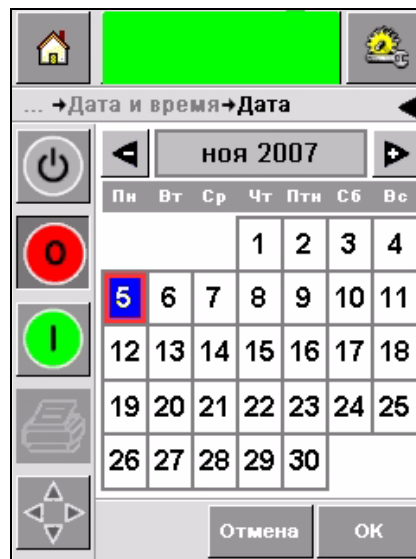

Рисунок 5-24: Отображение календаря
- 3 Коснитесь *Date (Дата)* и страница с календарем появится (Рисунок 5-24 на странице 5-19).